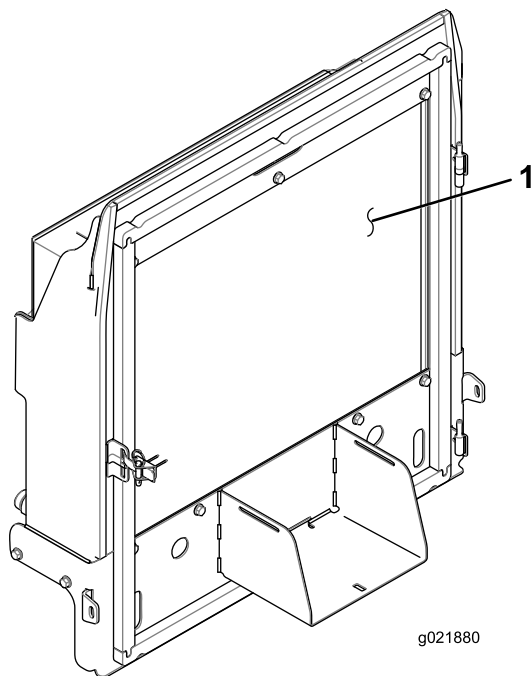

Figura 142
8. Curățați perfect ambele părți ale răcitorului de ulei și ale radiatorului (Figura 142) cu aer comprimat.